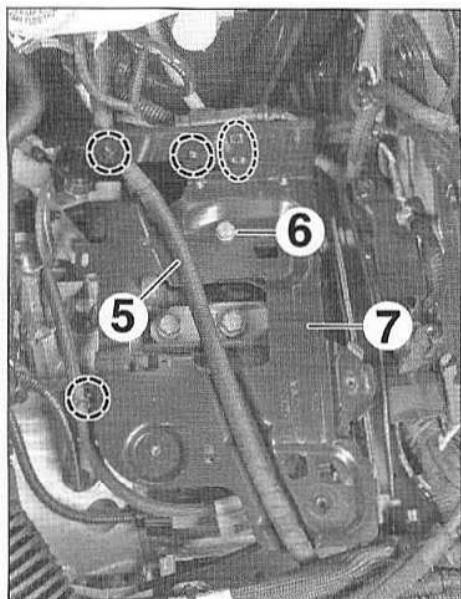

FIG.35
- Dégrafer et écarter les faisceaux attenants au support de batterie (Fig.35).
- Libérer le faisceau (5).
- la vis (6),
- le support de batterie (7).